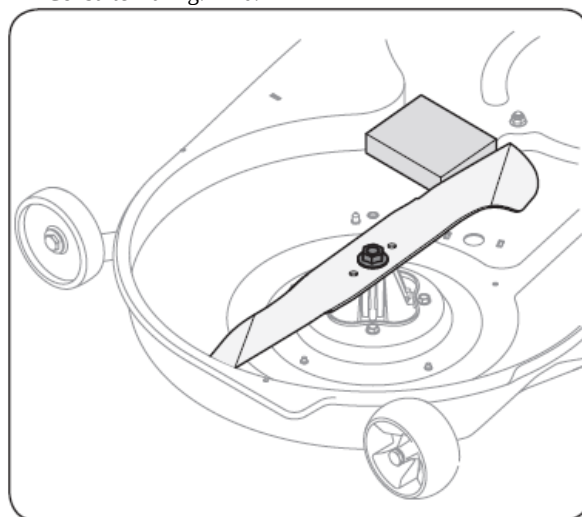

Figure 7-10
2. Placez un bloc de bois entre la chicane centrale du boîtier du plateau et le plateau de coupe pour agir comme stabilisateur. Consultez la Fig. 7-10.
3. Retirez le boulon d'épaulement hexagonal qui fixait solidement la lame à l'assemblage de la tige. Consultez la Fig. 7-10.